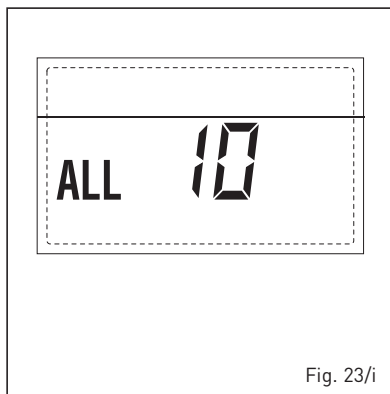

Fig. 23/i
**- INTERVENÇÃO SONDA FUMOS "ALL 13" (fig. 23/l)**